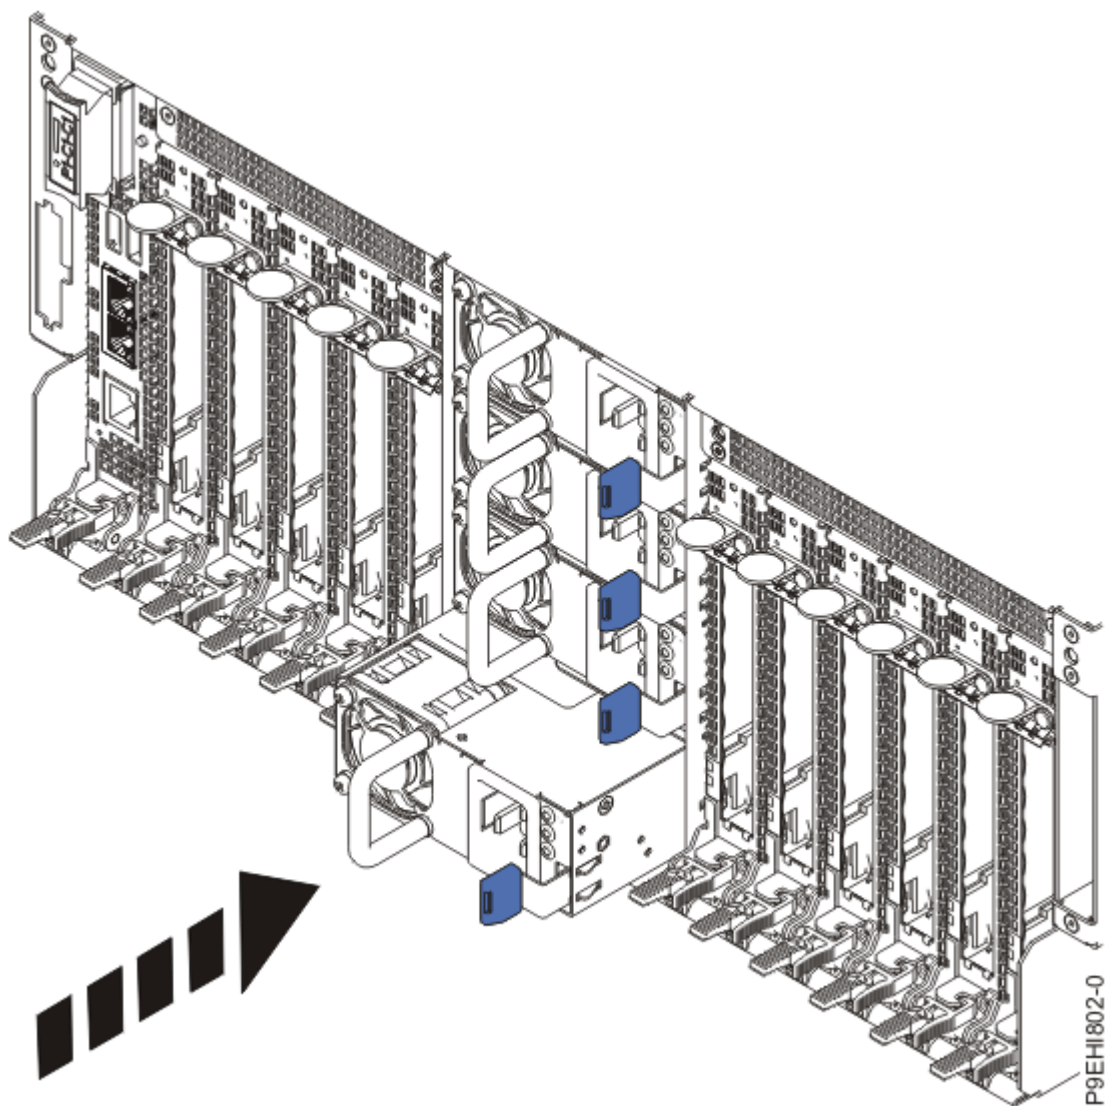

Рисунок 29. Установка блока питания обратно в систему
3. Совместите блок питания с отсеком и задвиньте его в систему до закрытия фиксатора, как показано на рисунке Рисунок 29 на стр. 30.